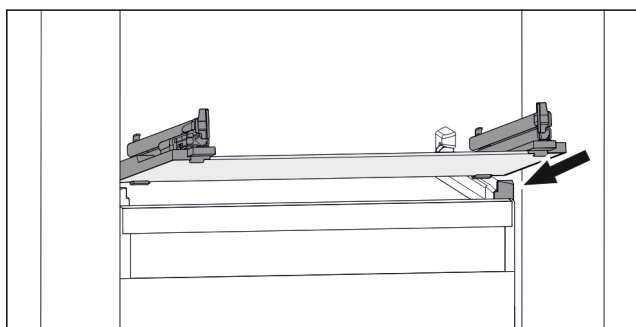

Fig. 54 Příklad znázornění skleněné desky
- Nasadte skleněnou desku šikmo za zářádky. (viz Fig. 54)